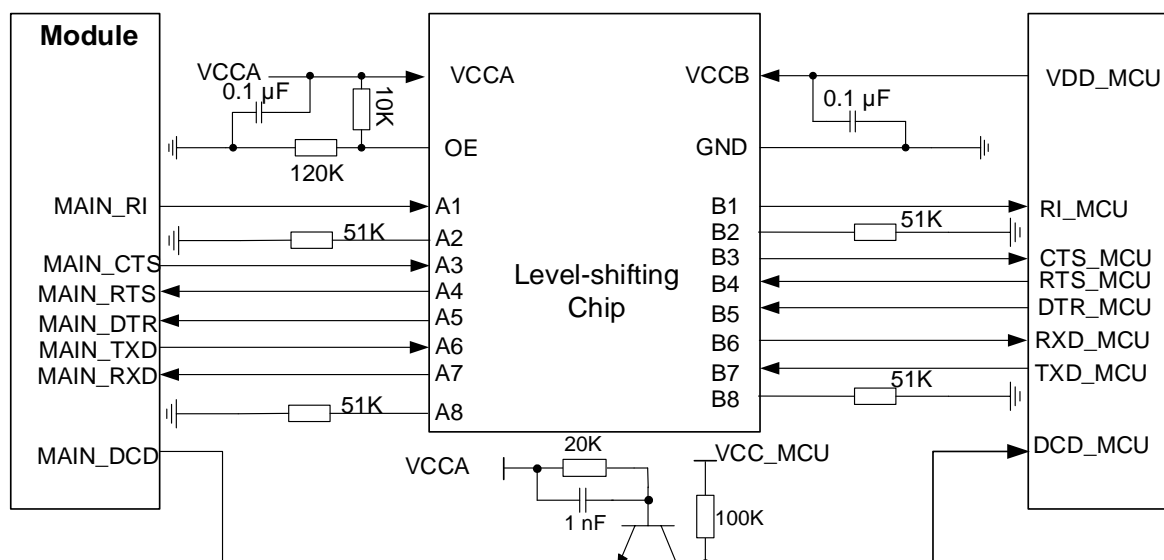
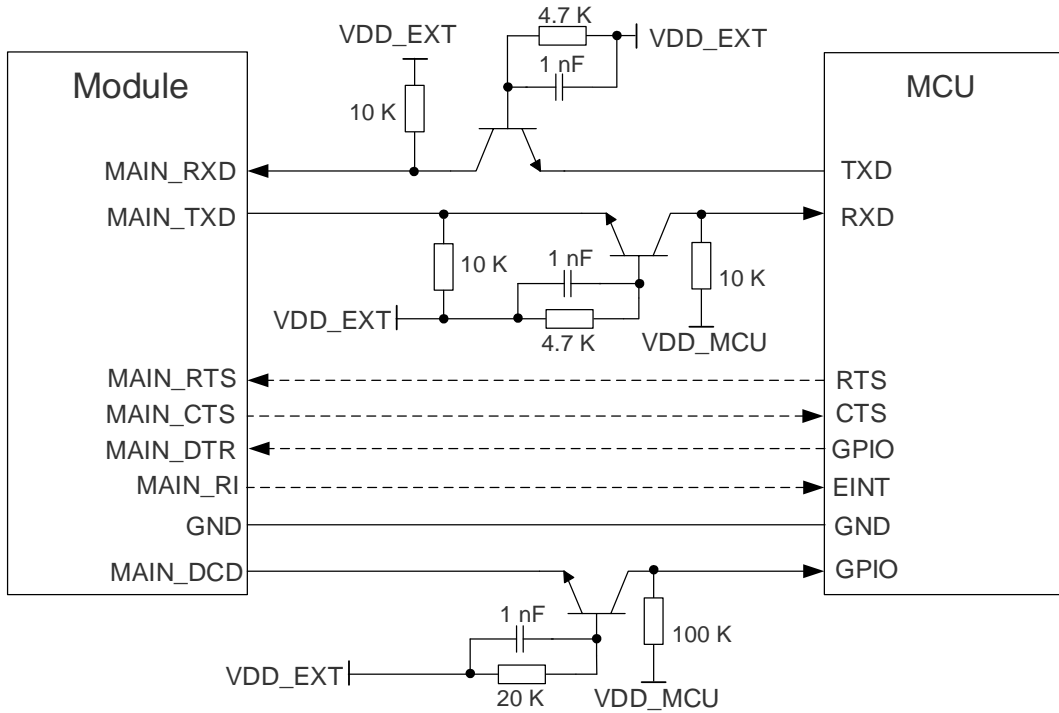

图 21：电平转换芯片参考电路（主 UART）
图 22: 晶体管电平转换电路参考设计图（主 UART）
2. 建议单独使用三极管转换电路对 MAIN_DCD 信号进行控制，电阻选择 20 kΩ 与 100 kΩ（如图 21 所示），否则会出现信号电平无法被拉低的情况。
3. 电平转换参考电路（图 21 和图 22）以主 UART 为例，调试 UART 的电平转换电路与主 UART 连接方式相同。